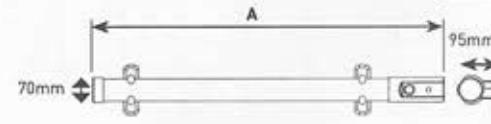

Fig.2
- * Le dimensioni delle stufette compaiono nella [Fig. 2].